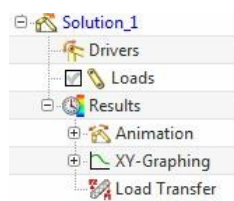
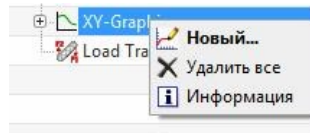

Рис.41
рис.42
•Предполагается, что вы уже выполнили хотя бы одну анимацию вашего механизма, и поэтому в навигаторе перемещений у вас уже присутствует раздел *Solution* (рис.41).
•Поставьте курсор на строку *XY-Graphing* (рис.41), и вызовите контекстное меню (рис.42).